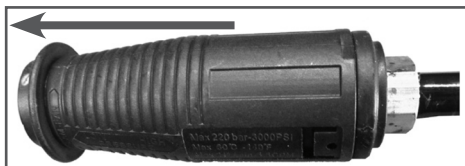

Рис. 10 Включение подачи моющего средства
2. Оттяните головку струйной трубки от себя (Рис. 10).